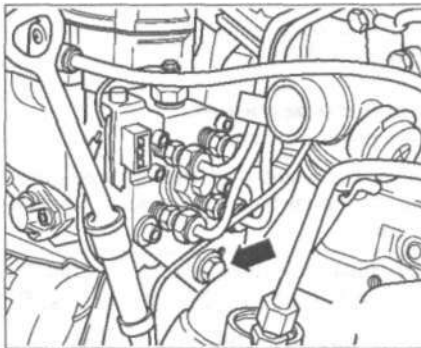

Рис. 6.73. Открутите болт крепления задней опоры (стрелка).
16. Открутите болт крепления задней опоры (стрелка) (рис. 6.73).